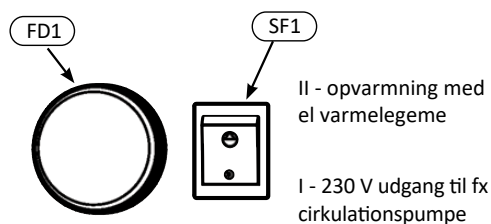

Fig.14 Indstilling af omskifter kontakten i QMC+ beholdere
*QMC+ beholdere er som standard udstyret med en drejknop på termostaten, hvor den ønskede temperatur indstilles, samt en omskifter kontakt, som afhængigt af indstillingen (position I eller II, Fig. 14) gør det muligt at styre el varmelegemet eller fx. en ladepumpe (230 V udgang).*